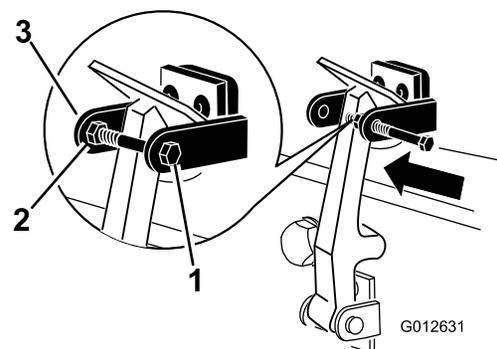

図 6
7. フードラッチブラケットのもう一つのアームにボルトを差し込んでラッチをロックする **図 6**。ボルトをしっかり締め付けるが、ナットは締め付けない。